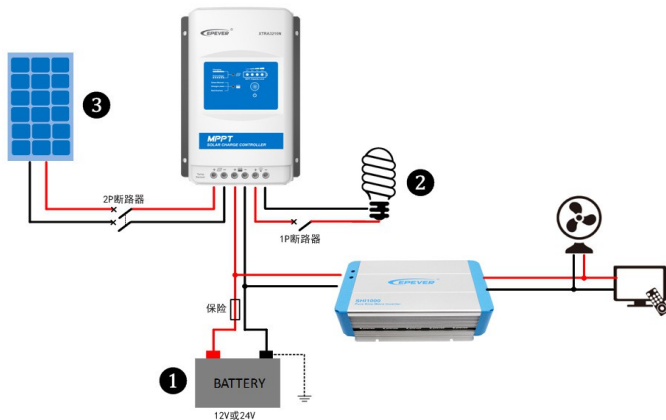

Figura 2-2 Schema de conectare
Pasul 2 Conectați sistemul în ordinea ❶ baterie → ❷ încărcare → ❸ Sistemul FV în conformitate cu Figura 2-2 "Schema electrică" și deconectați sistemul în ordine inversă ❸ ❷ ❶.